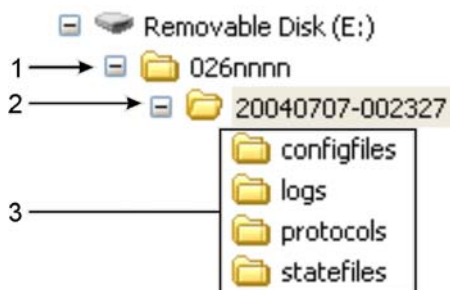

Abbildung 61. Verzeichnisstruktur externer Speicher
1. Alle Dateien eines Gerätes werden in einem Verzeichnis mit dem Namen des Geräts gespeichert (siehe Pos. 1 in Abbildung 61).
2. Bei jeder Datenübertragung wird ein Unterverzeichnis angelegt, dessen Namen sich aus Datum und Uhrzeit der Übertragung zusammensetzt (siehe Pos. 2 in Abbildung 61).
3. Für jeden Dateityp (außer Vorfallsbericht) wird ein weiteres Unterverzeichnis angelegt, in dem die entsprechenden Dateien abgelegt sind (siehe Pos. 3 in Abbildung 61).